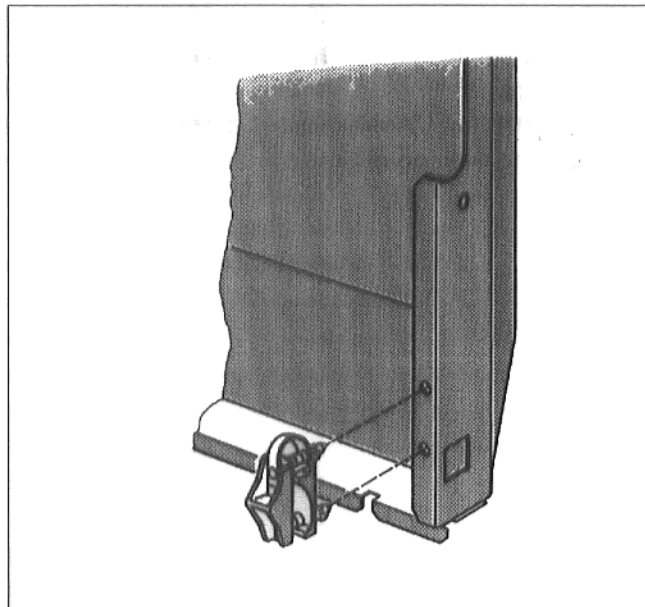

Fig. 10
- Selon l'arrêt de porte, insérer les deux embouts de l'anti-traction dans les trous situés sur le rebord de la face latérale (Fig. 10).